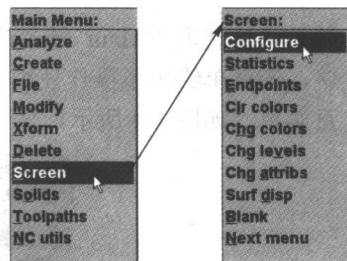

图 1-3 进入系统规划设置
(2) 工具栏: 位于标题栏下方, 其中集成了主菜单中的常用命令。可以通过单击工具栏中“←”和“→”按钮来改变工具栏的显示。也可以通过菜单“Screen”→“Configure”(屏幕→系统规划)命令(如图 1-3 所示), 弹出“System Configuration”(系统规划)对话框, 单击“Toolbar/Keys”(工具列/功能键)选项卡, 打开相应的选项卡设置工具栏。
(3) 坐标显示区: 当光标在绘图区移动时, 在坐标显示区中将显示光标所在的位置坐标。
(4) 主菜单区: Mastercam 9.1 系统的所有功能都可以通过主菜单区中的各项指令来实现。单击主菜单区中的任一选项, 随后都将打开相应的子菜单。若要返回上一级菜单, 可通过单击主菜单区下面的“BACKUP”(回上层功能表)按钮实现。如果显示的菜单项为多级子菜单, 可通过单击“BACKUP”下面的“Main Menu”(回主功能表)按钮直接返回主菜单。